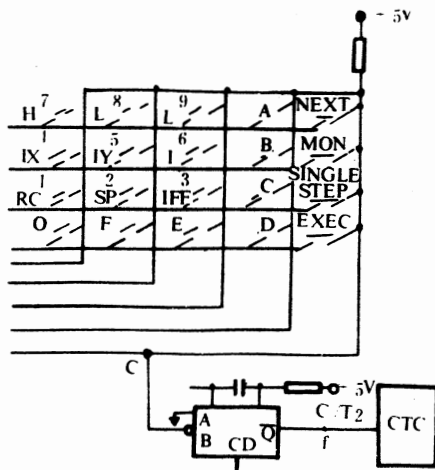
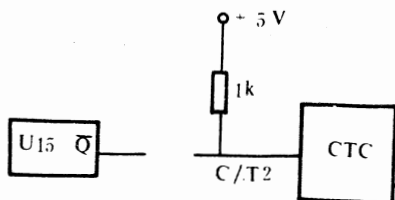

图 1-31 键盘电路
图 1-32 CTC 电路的修改
**故障分析与处理** 图 1-31 所示为 TP-801 单板机的键盘电路。从图 1-31 中可以看出 NEXT、MON、SINGLE STEP 和 EXEC(执行)键处于同一列,当该列没有按键按下时,C 点为高电平,当按下 EXEC 键,启动用户程序时,EXEC 服务程序在 CTC2 通道设置了一个外计数的初值。在用户程序执行时,
故障点找到了,处理也就比较容易了,可以在应用程序调通后,将图 1-31 中的 f 点断开,而将 CTC C/T2 一端恒置位即可(如图 1-32)。